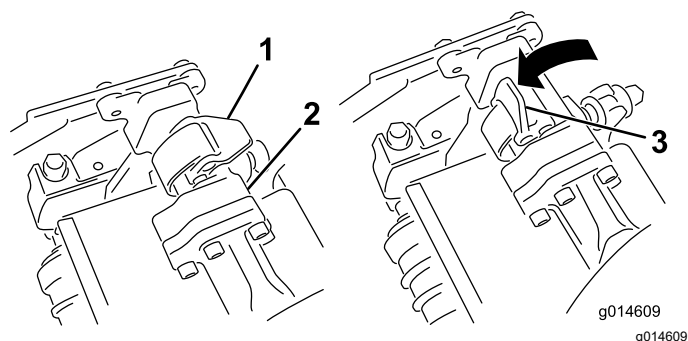
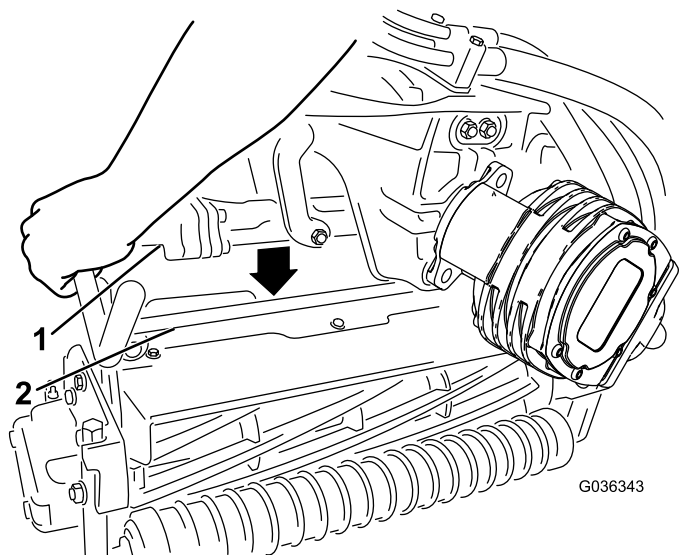

Figure 53
Figure 54
4. Les verrous de la barre du bras de suspension étant orientés en haut (c.-à-d. ouverts) (Figure 53), poussez le bras de suspension vers le bas pour engager la barre sur la barre transversale au sommet de l'unité de coupe (Figure 54).
5. Fermez les verrous autour de la barre de l'unité de coupe et bloquez-les en place (Figure 53).
5. Ouvrez les verrous sur la barre du bras de suspension de l'unité de coupe que vous voulez déposer (Figure 53).